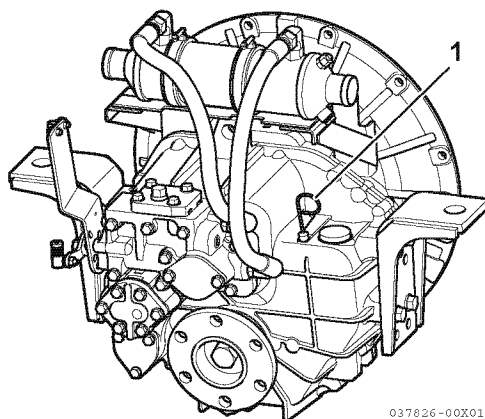

Figura 2
1. Quite la varilla indicadora (1, **Figura 2**) y limpie con un paño que no esté sucio.